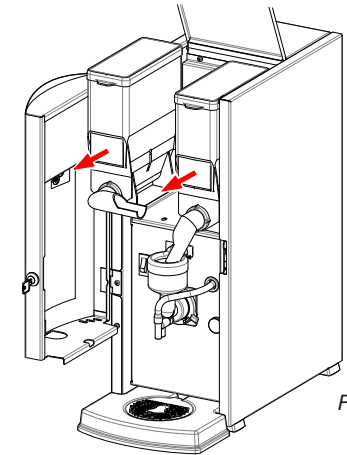

Fig. 15
1. Open the device lid (fig. 15).